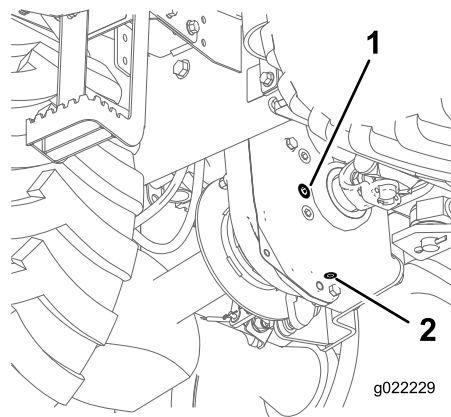

Рисунок 35
2. Очистите зону вокруг пробки заливного отверстия с помощью чистящего растворителя (Рисунок 35).